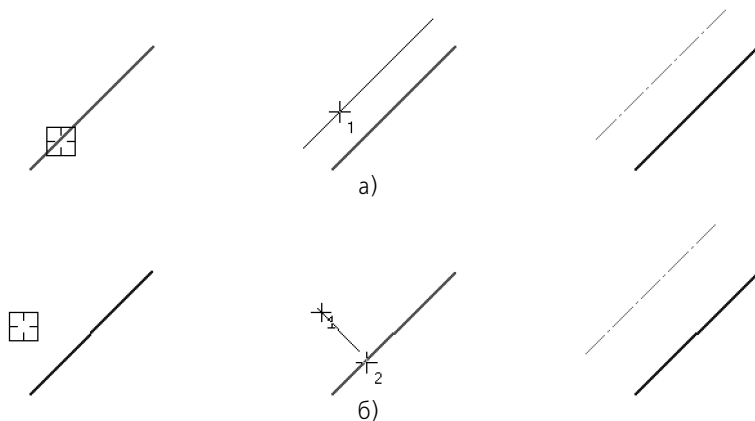

Рис. 43.45. Пример построения автоосевой; способ **По объектам**
- отрезок, затем точку (рис. 43.45, а) или
- точку, затем отрезок (рис. 43.45, б).